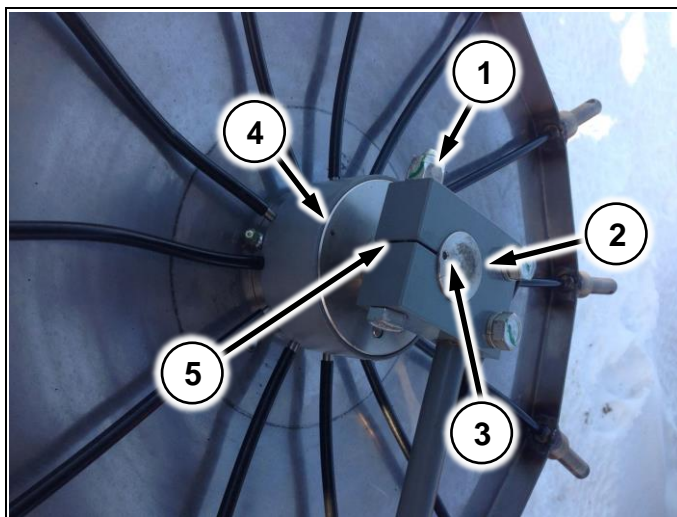

Рис. 219
1. Ослабьте болт (Рис. 219/1)
2. Вращайте ось диска (Рис. 219/2)
3. Добейтесь совпадения точек (Рис. 219/3) и (Рис. 219/4) с прорезью (Рис. 219/5)
4. Затяните болт (Рис. 219/1)